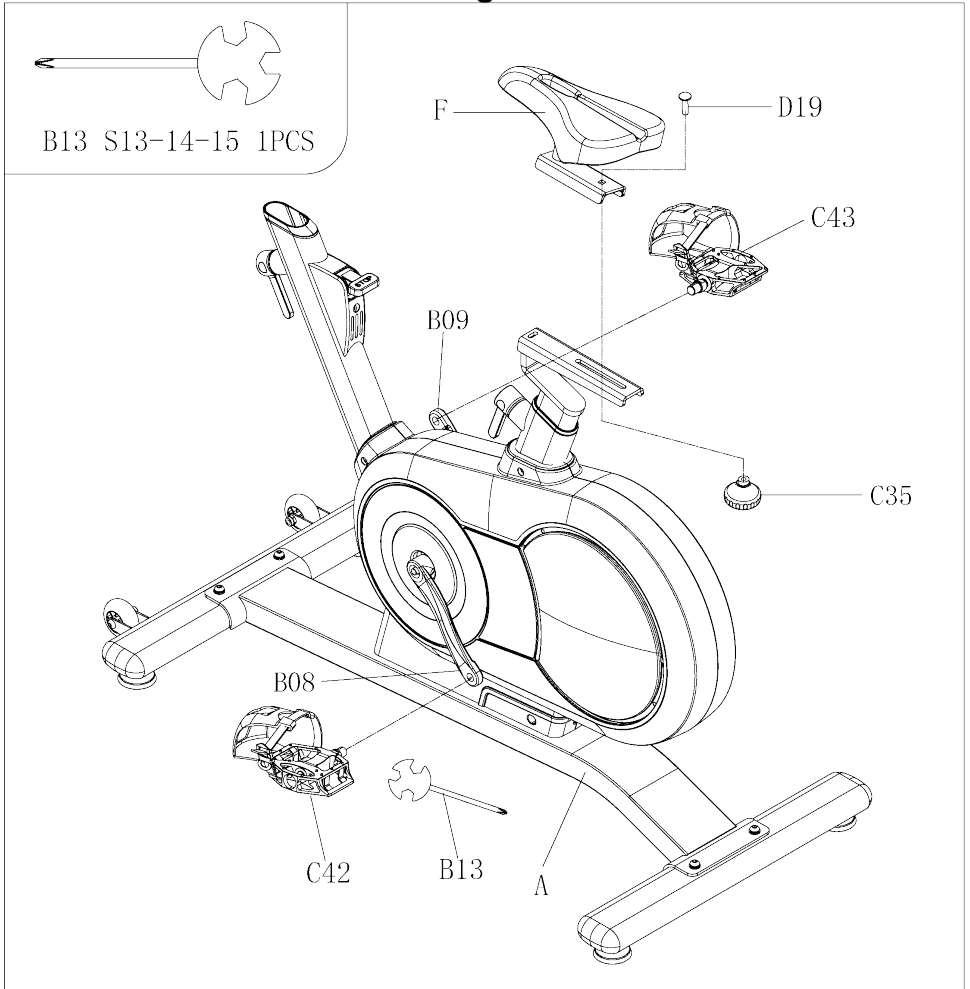

Fig.4
Introduzca la tija del manillar (G) en el cuerpo principal pasando el cable a través, Fig.4.
Coloque el sillín (F) sobre la deslizadera (A03) de la tija del sillín colocando el pomo (C35) y el eje (D19), Fig.4.